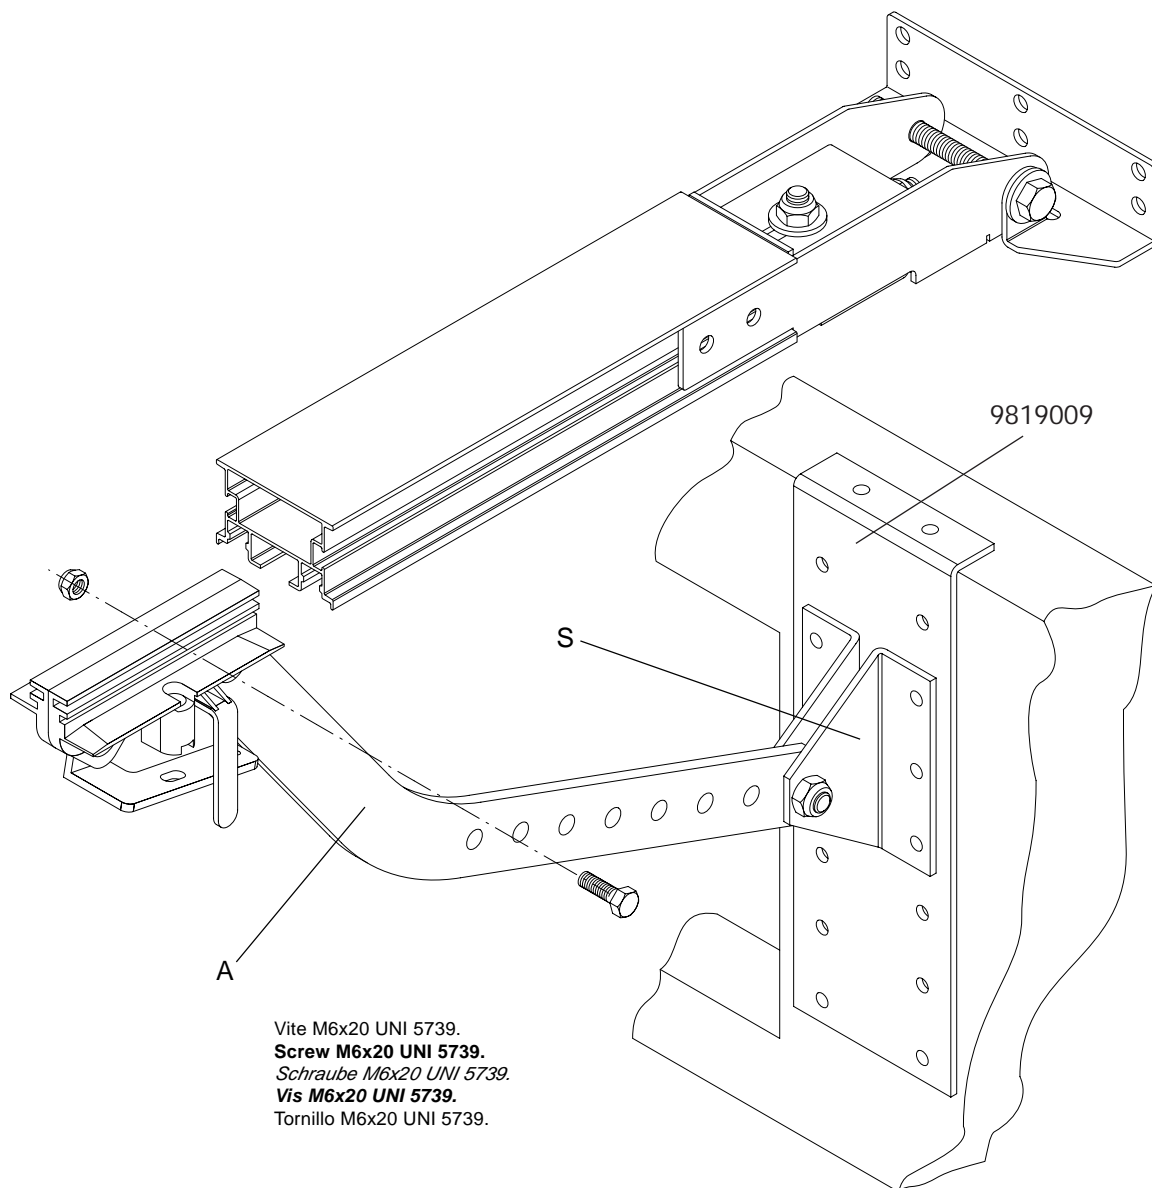

Fig.11
- I) Collegare l'asta di trascinamento A al pattino di trascinamento mediante la vite a testa esagonale M6x20 e dado autobloccante, evitando di bloccare l'asta stessa. Regolare l'altezza della staffa S in modo che, a porta chiusa, l'asta A sia in posizione pressoché verticale (Fig.11).
- I) **Connect the dragging rod A to the dragging slide by using the hexagonal head screw M6x20 and self-locking nut. Avoid blocking the rod. Adjust the bracket S height so as to ensure that, when the door is closed, the rod A is almost vertically positioned (Fig.11).**
- I) *Die Mitnehmerstange A an den Mitnehmerschuh mit der sechskantigen Schraube M6x20 und der selbstsichernden Mutter verbinden, jedoch vermeiden dass die Stange selbst blockiert wird. Die Höhe des Bügels S so einstellen, dass bei geschlossener Tür die Stange A praktisch vertikal liegt (Abb. 11).*
- I) **Assembler la tige d'entraînement A au patin d'entraînement au moyen de la vis à tête hexagonale M6x20 et de l'écrou autoserrant, en évitant de bloquer la tige elle-même. Régler la hauteur de la bride S de manière à ce que, la porte étant fermée, la tige A soit en position pratiquement verticale (Fig.11).**
- I) Conectar la barra de arrastre A con el patín de arrastre utilizando el tornillo de cabeza hexagonal M6x20 y la tuerca autoblocante, evitando bloquear la barra. Ajustar la altura del estribo S de manera que, con la puerta cerrada, la barra A esté en posición casi vertical (Fig.11).